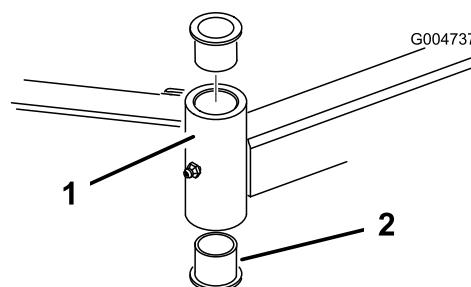

図 124
- ピンポンチを使って、チューブの上または下からブッシュをたたき出す図 124。